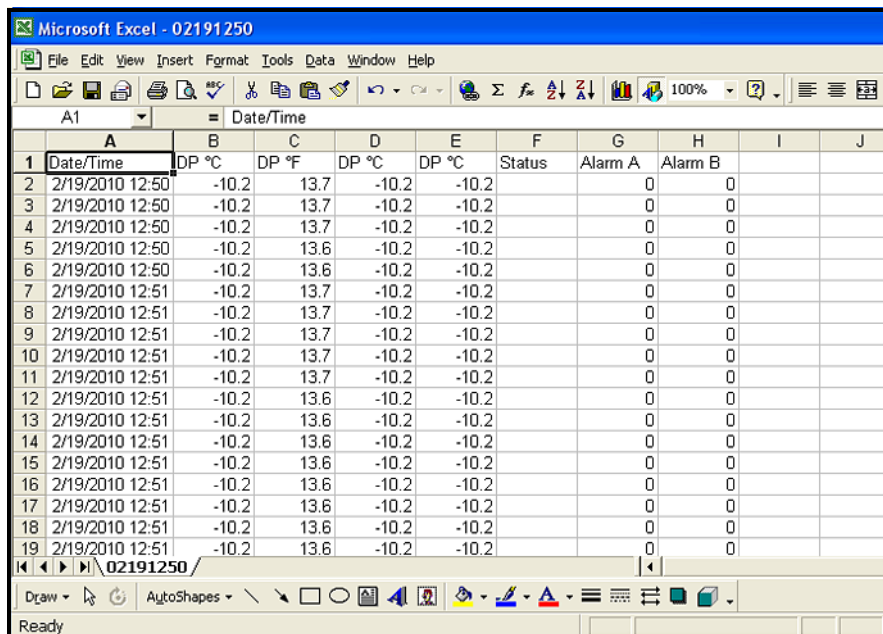

Figura 62: Importar arquivo de registro com sucesso
5. Quando a configuração estiver concluída, clique em **Finish** (Concluir), e uma janela semelhante à *Figura 62* abaixo aparecerá. O arquivo de registro está agora devidamente formatado para criação de gráficos ou análises e os resultados podem ser salvos como um arquivo padrão de planilha para uso futuro.